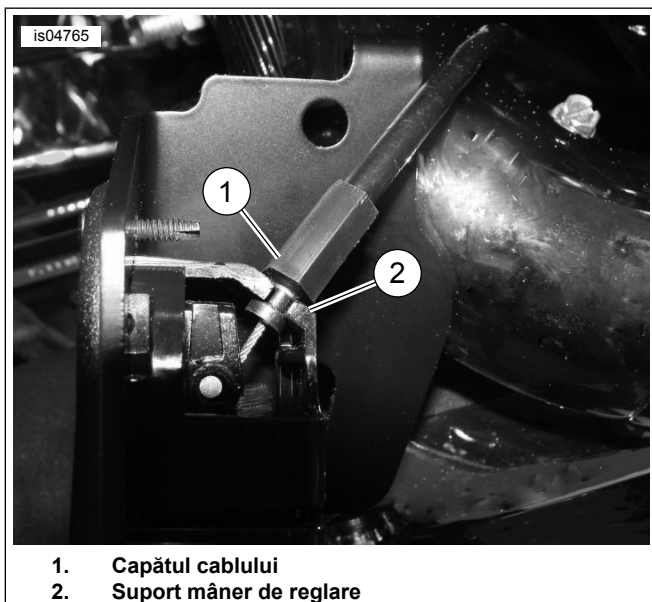

Figura 7. Poziția cablului de reglare a scaunului (Vedere de sub mânerul montat)
6. Consultați Figura 7 . Verificați dacă capătul cablului (1) este securizat în suport (2) înainte de a redirecționa cablul de spătar.
13. Consultați Figura 7 . Verificați dacă capătul cablului (1) este securizat în suport (2) înainte de a redirecționa cablul de spătar.
9. Consultați Figura 7 . Verificați dacă capătul cablului (1) este securizat în suport (2) înainte de a redirecționa cablul de spătar.